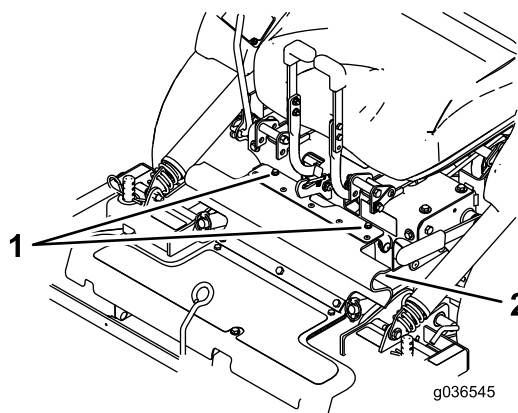

Figura 13
3. Allentate i bulloni applicati alla protezione in gomma (Figura 13).